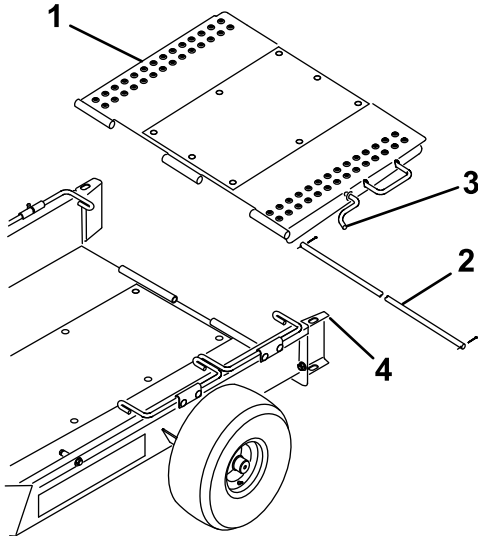

Figura 3
5. Monte a rampa do reboque na traseira da plataforma do reboque com a barra da dobradiça e dois contrapinos (Figura 3).
6. Incline a rampa do reboque para cima e engate o trinco da rampa no furo na parte superior do guia da roda (Figura 3).
- Incline a rampa do reboque para cima e engate o trinco da rampa no furo na parte superior do guia da roda (Figura 3).